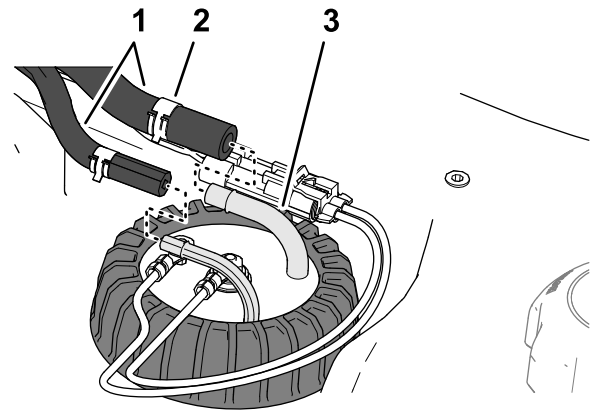

図 93
5. 燃料センダのフィッティングにホースを取り付けてホースをクランプでフィッティングに固定する 図 93。